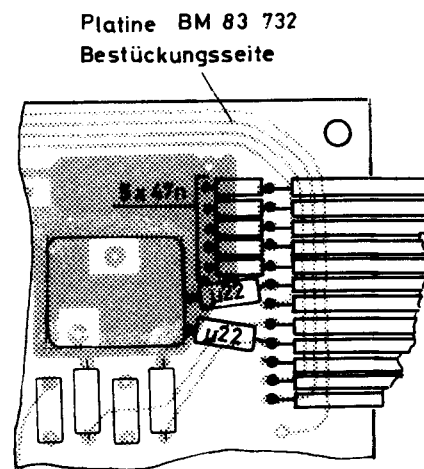

Bild 20.
2. Bei maximaler Lautstärke können Knackgeräusche auftreten, wenn das Schlagzeug ohne gedrückten Rhythmus läuft und der BÖHMAT-Lautstärkeriegel ganz herausgezogen ist. Abhilfe schaffen die in Bild 20 gezeigten Kondensatoren.